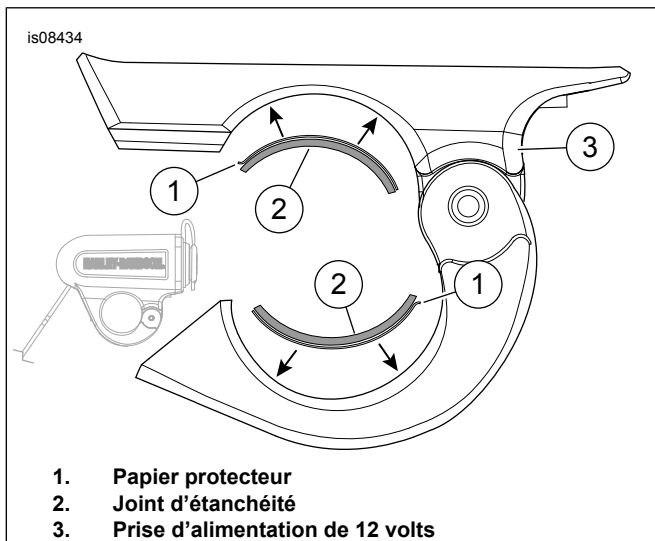
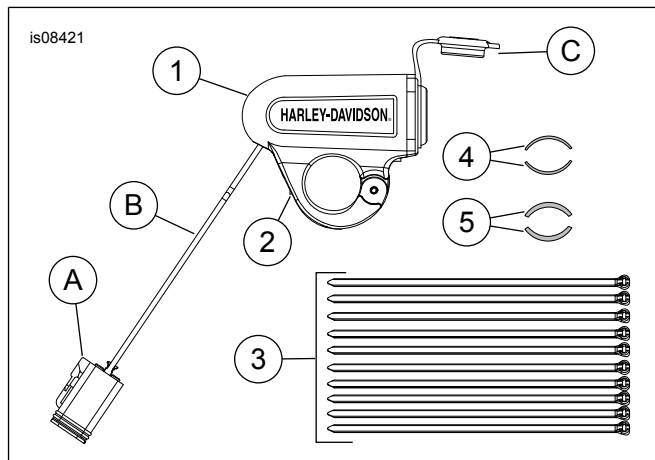

Figure 1. Papier protecteur, joint et port d'alimentation de 12 volts
Figure 3. Pièces de rechange : Alimentation de 12 volts du guidon
Consultez Figure 3 et Tableau 2 .
5. Consultez Figure 3 et Tableau 2 .
- a. Pour les guidons de 7/8 po, installer les joints épais (5) du kit.
- b. Pour les guidons de 1 po, installer les joints minces (4) du kit.
6. Voir la Figure 1. Retirer le papier protecteur (1) du joint (2). Installer les joints à l'intérieur du port d'alimentation de 12 v (3).
7. Voir la Figure 3. Positionner le port d'alimentation à l'endroit souhaité. Positionner la vis (2). Ne pas serrer complètement pour le moment.
- a. Voir la Figure 3. Couper le connecteur à six broches (A).
- b. Dénuder 9,5 mm (0,375) d'isolant sur chaque câble du faisceau (B).
- b. Voir la Figure 3. Retirer le couvercle de la douille (C).
- c. Voir la Figure 3. Dégainer les câbles arrières et installer les bornes du kit (69201750) sur le faisceau (B). Consultez le manuel d'entretien.
14. **Tous les autres modèles** : Voir la Figure 3. Retirer le cache-poussière du connecteur d'accessoires. Brancher le connecteur de 12 volts dans le connecteur à six broches (A).
15. Fixer le faisceau (B) à l'aide des sangles de câble (3). Le faisceau supplémentaire ou non serré (B) peut être enroulé à et fixé à l'aide des sangles de câble